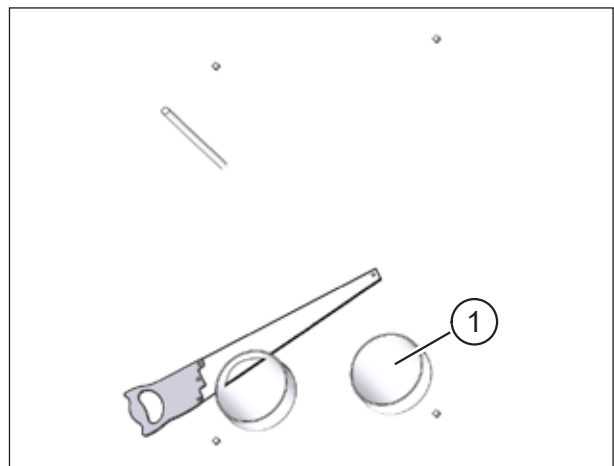

Abb. 29: Lüftungsrohre an der Innenwand ablängen
- ▶ Längen Sie die Lüftungsrohre (Pos. 1 in Abb. 29) an der Innenwand so ab, dass diese bündig mit dem Innenputz abschließen.